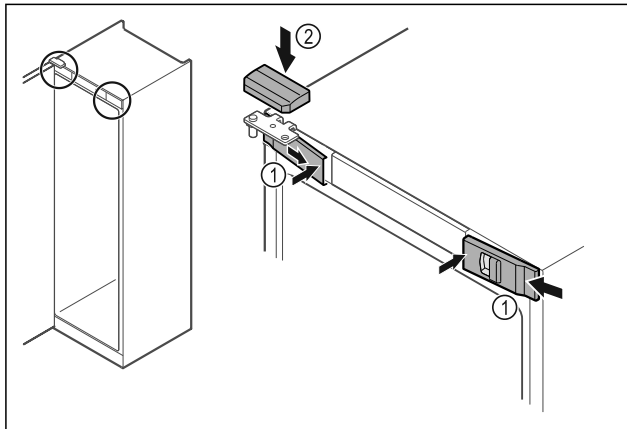

Fig. 53
- ▶ Voorste afdekkingen Fig. 53 (1) zijdelings aanbrengen en van binnen vastklikken.
- ▶ Bovenste afdekking Fig. 53 (2) van boven vastklikken.